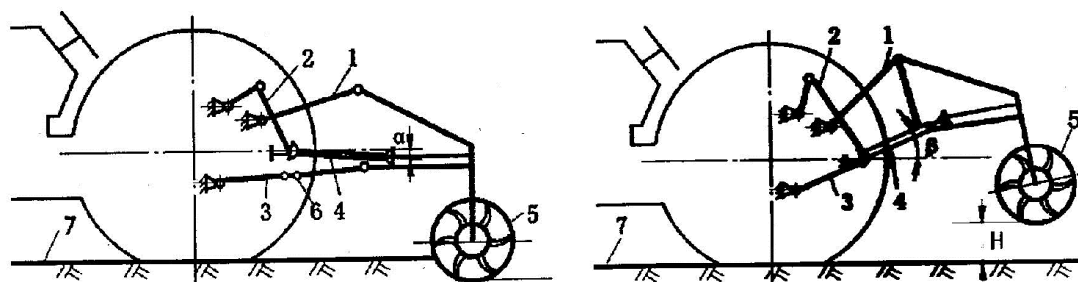

Рис. 1.1 Трактор УТО с ротационным культиватором
- (1) Новый или отремонтированный трактор перед работой с нагрузкой, должен быть обкатан в соответствии с требованиями указанными в части 3.
- (2) Разные детали или запчасти должны быть смазаны определенным маслом. Горючее должно настояться как минимум 48 часов. Смазка для трансмиссии (кроме передней) сначала нужно отфильтровать тем же фильтром, что и смазку для карданного вала.
- (3) Болты, гайки и другие легко ослабляемые части, вроде рулевого колеса, колесных болтов, соединительных болтов тягового блока и коробки передач, должны всегда проверяться и закручиваться всякий раз, если ослабли.
- (4) Перед обслуживанием электроники отсоедините заземляющие провода; в противном случае проводка может сгореть.
- (5) Перед проверкой, мойкой, регулировкой, ремонтом и проведением обслуживания трактора и фермерского оборудования, остановите трактор и двигатель, поставьте рычаг передачи и вала отбора мощности в нейтральное положение, нажмите стояночный тормоз. Все эти действия предназначены для полной остановки подвижных частей.
- (6) Прицеп должен крепиться только тяговым брусом вместо соединительной треноги.
- (7) При обкатке трактора с фермерским оборудованием, открутите против часовой стрелки ручку управления скорости оборудования (под водительским сидением) для фиксации оборудования; иначе рычаг карданного вала может выпасть, что приведет к внезапному падению оборудования.
- (8) При работе ВОМ с нагрузкой, не делайте резких поворотов; иначе универсальный шарнир может быть поврежден.
- (9) Перед управлением оборудованием через ВОМ, проверьте, нормально ли работает с ним трактор. В основном, угол между ВОМ и ведущей осью универсального шарнира (α) не должен быть больше 10° , см. рис. 1.1. При поднятом оборудовании, в конце поворота трактора, угол подъема (β) не должен быть больше 30° , а высота между поворотным румпелем и поверхностью – не менее 250 мм, см. рис. 1.1.
- (10) Устанавливать и регулировать шины может только специально обученный персонал, используя правильный инструмент. Неправильная установка шин может привести к серьезным последствиям.